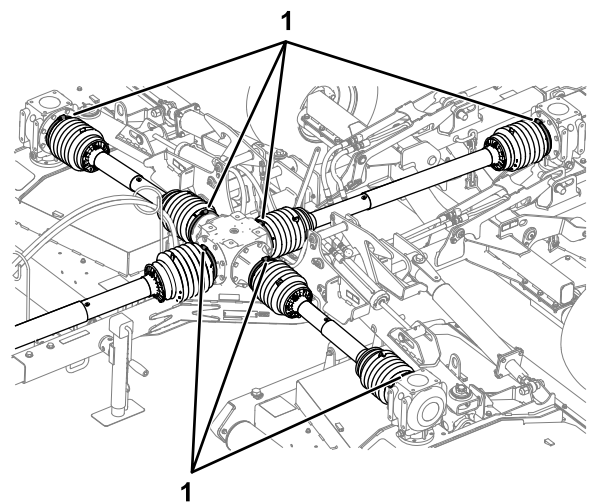

Figure 16
7. Vérifiez que les 7 colliers de flexible fixent les capots d'arbre d'entraînement au centre et aux boîtiers d'engrenages des plateaux (Figure 16).